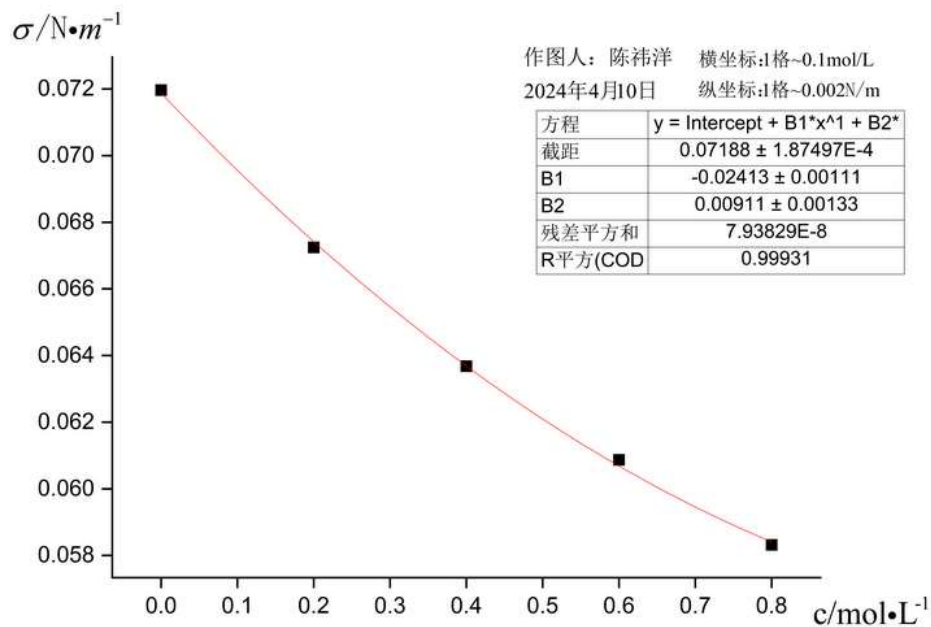

图2: 表面张力 $\sigma$ -浓度 $c$  拟合曲线
**实验结果：**本次实验直接得到的结果作图如图2所示，可以发现，R-Square值达到0.99931，拟合程度较高。表面张力 $\sigma$ 随着正丁醇的浓度升高而逐渐降低，且降低的速度（即切线斜率）逐渐趋缓，这有可能是由于溶液中已经形成了饱和的单分子吸附层。
...相比前几次实验，这一次的实验报告写作练习中，我撰写实验报告的技能不断提升、规范性不断加强，在速度上也有了显著的提升，使用Origin进行辅助作图2，使用excel制作图表，从而充分熟悉了这些重要软件和工具的使用。